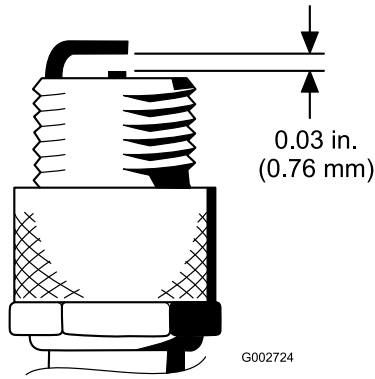

Figura 32
4. Ajuste la distancia entre los electrodos central y lateral a 0,76 mm, tal y como se muestra en la Figura 32).